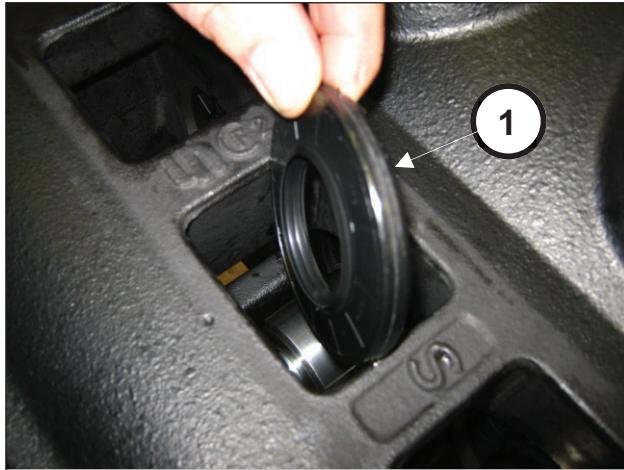

Fig. 38
Rimuovere l'attrezzo ed estrarre il paraolio (pos. ①, Fig. 38).